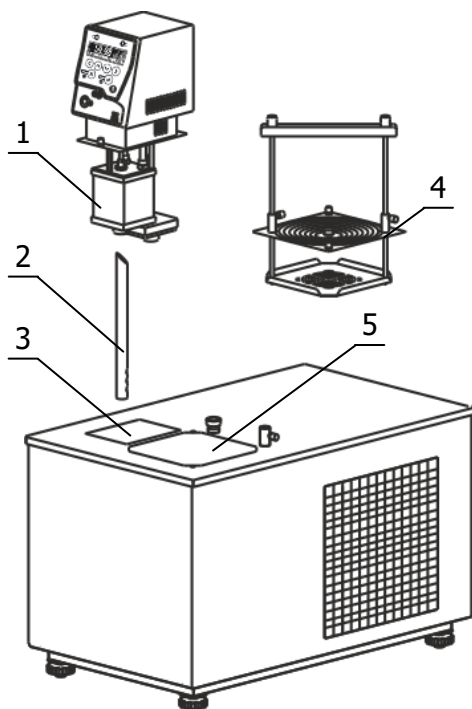
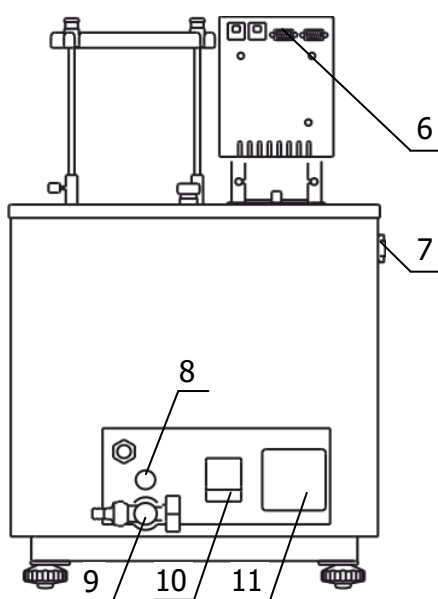

Рисунок 3 — Установка блока регулирования
Рисунок 4 — Задняя панель ванны термостата
2.2.3 Выходную трубку насоса 2 (рисунок 3) вставить в резервуар 1 косым срезом до упора. Три выходных отверстия трубки должны быть направлены в центр рабочей ванны после установки блока регулирования. Трубку зафиксировать винтом.
2.2.5 К переливному штуцеру 8 (рисунок 4) присоединить гибкий шланг. Второй конец шланга опустить в емкость для сбора излишков теплоносителя объемом 1.5–2 литра.
2.2.6 Заполнить ванну термостата теплоносителем через отверстие над рабочей зоной 5 (рисунок 3) до момента начала слива теплоносителя из переливного штуцера 8 (рисунок 4). Температурный диапазон применения теплоносителя должен соответствовать значениям, указанным в 1.2.6.
2.2.7 Вставить вилку сетевого кабеля блока регулирования в розетку 11 (рисунок 4). Соединить кабелем из комплекта поставки блок регулирования (разъем 6) и холодильную машину (разъем 7). Сетевой кабель термостата подключить к питающей сети напряжением 220 В. Для этого в лабораторном помещении должна быть установлена электрическая розетка из комплекта поставки термостата.
2.2.8 Автоматический выключатель 10 (рисунок 4) перевести в положение «включено».
2.2.10 Причина отсутствия перемешивания — неправильная работа насоса, вызванная воздушной пробкой, образовавшейся в резервуаре 1 (рисунок 3). Для ее устранения необходимо:
- несколько раз вынуть из ванны и погрузить обратно блок регулирования температуры для вытеснения воздушной пробки из резервуара 1 (рисунок 3);
2.2.11 Установить корзину 4 (рисунок 3) в отверстие над рабочей зоной 5 и закрепить на крышке ванны винтами из комплекта поставки.
2.2.14 При проведении работ по очистке термостата, слить теплоноситель через сливной кран 9 (рисунок 4).
2.4.4 Надеть сливной шланг из комплекта поставки на сливной кран 9 (рисунок 4) и закрепить его хомутом. Свободный конец шланга опустить в емкость для сбора теплоносителя объемом не менее 20 литров.